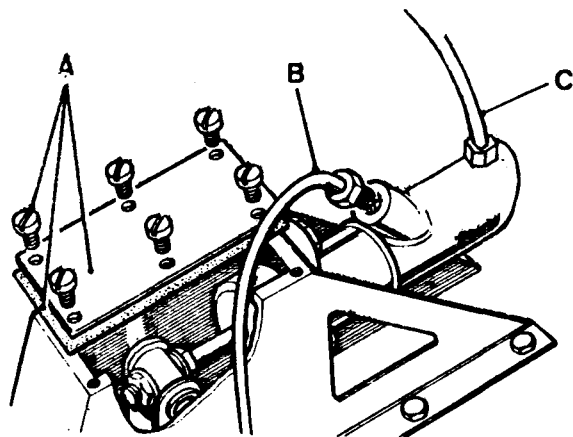
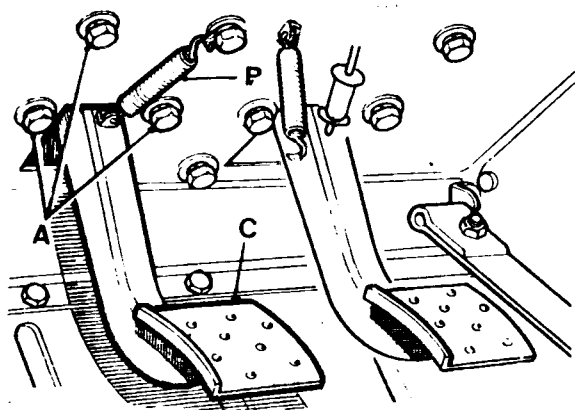
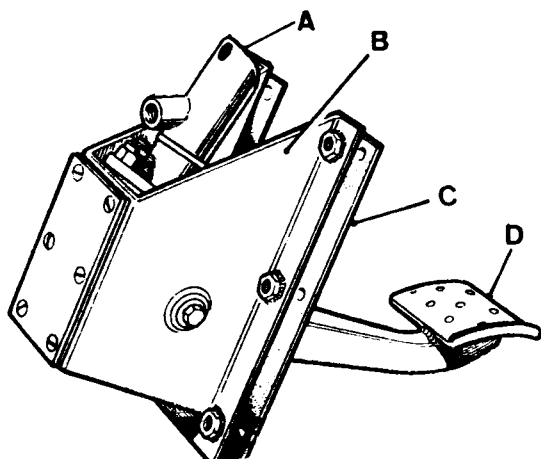

Fig. B2-17 - Tapa y cilindro principal del embrague.
Fig. B2-18 - Pedal del freno y piezas de sujeción del soporte.
Fig. B2-19 - Conjunto del soporte, pedal y cilindro principal.
1.1.- Con el capó desmontado, se soltarán las tuberías de entrada y salida de líquido al cilindro principal (fig. B2-17); se extraerán los tornillos que fijan el conjunto del soporte del pedal (fig. B2-18) y el muelle de retroceso, retirando el soporte con el cilindro principal y pedal (fig. B2-19).
1.2.- Después de quitar la tapa (fig. B2-17), sujeta por los correspondientes tornillos, se separará la junta y los elementos de fijación de la varilla de empuje, introduciendo luego ésta en el cilindro hasta que su extremo - déje libre el pasador al que se articula en el extremo de la palanca del pedal.